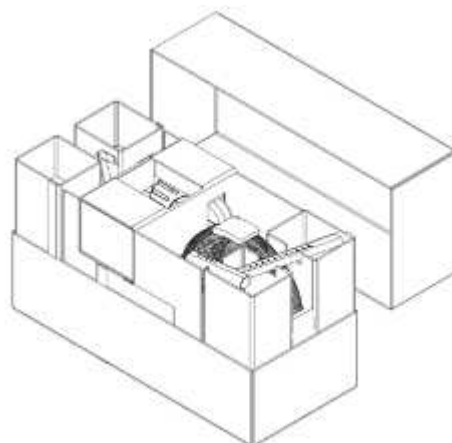

Рис. 2
2. Разрежьте все веревки и снимите верхнюю часть картонной коробки (Рис. 2). Вы увидите основание и сборочные детали тренажера.